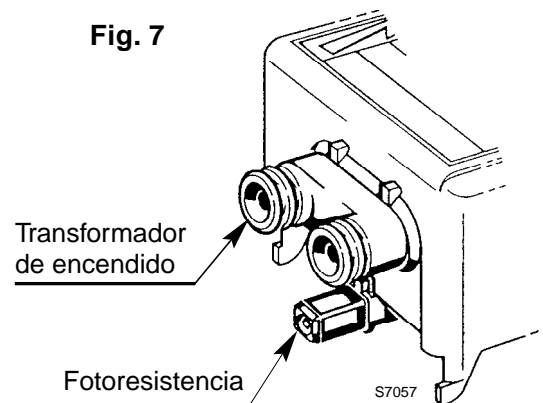

Fig. 7
ACCESO A LA FOTOSENSITENCIA (ver fig. 7)
- Limpiar la fotoresistencia, (fig. 7, pág. 4).